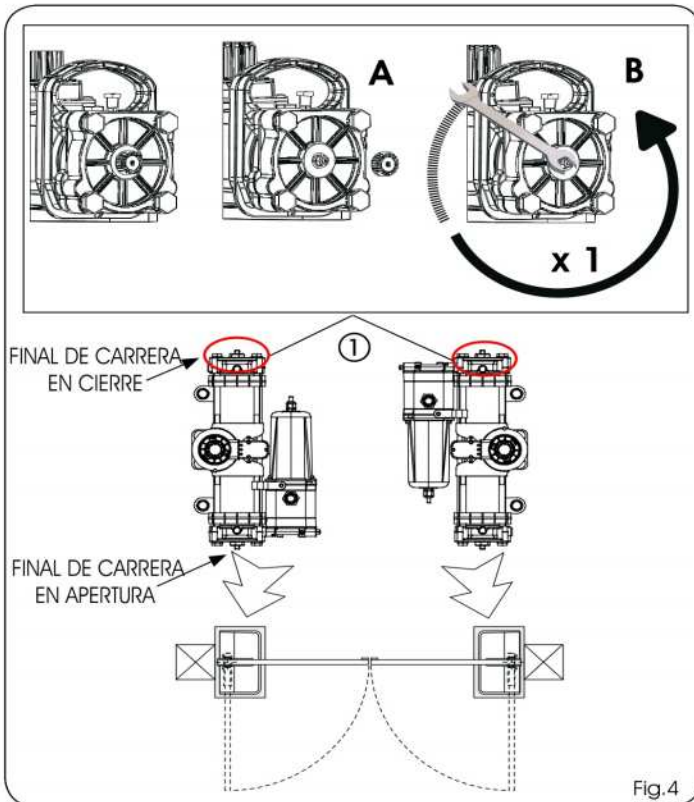

Fig.4
3) En el operador, destornille el tapón (Fig.4 ref.A) del tornillo de final de carrera en cierre (Fig.4 ref.①) y compruebe que el tornillo esté completamente atornillado.
4) Destornille una vuelta el tornillo de final de carrera (Fig.4 ref. B) en cierre (**IMPORTANTE PARA EL CORRECTO ACOPLAMIENTO PIÑÓN-CASQUILLO RANURADO EN FASE DE MONTAJE**).